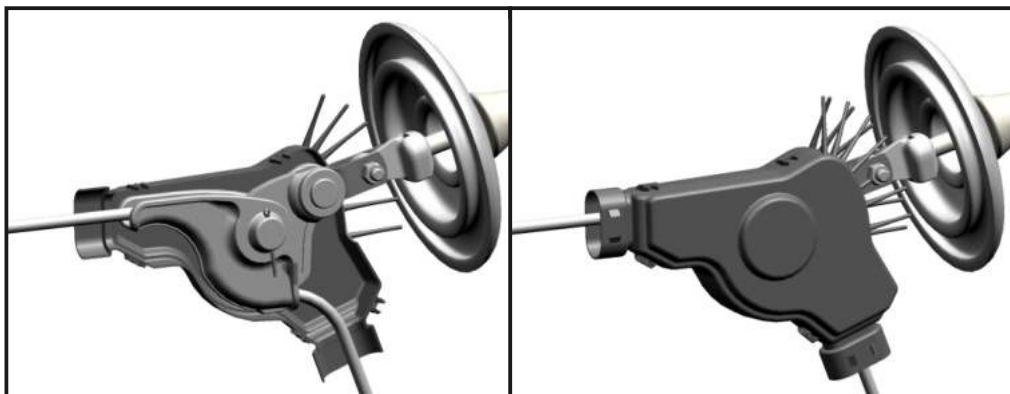

Рис. 4.
5.3.5. Одну часть футляра, внутренней стороной, приложить к натяжному зажиму так, чтобы он полностью поместился в нем, а провод и сцепная арматура расположились в специальных для этого каналах, после чего вторую часть футляра соединить с первой (Рис. 4).